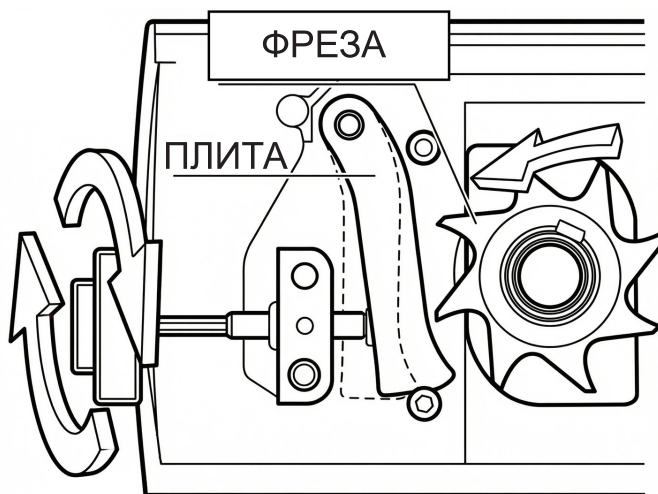

Рис. 14
3. Медленно поворачивайте регулировочный винт (Поз. 5. Рис.1) по часовой стрелке до появления лёгкого скребущего звука (Рис. 14).